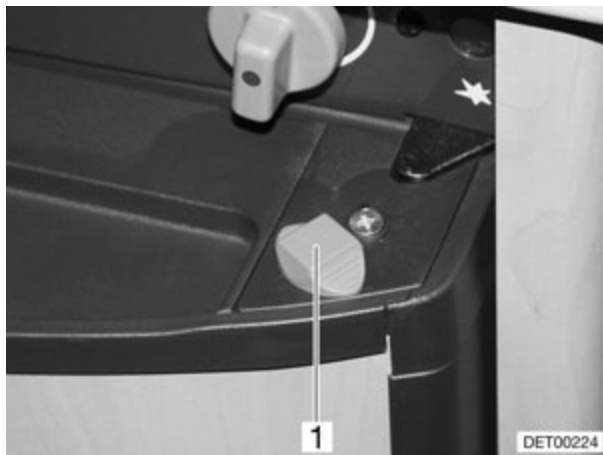

Fig. 156 Bloqueo de la puerta del frigorífico, cerrado (variante 2)
- Empujar el bloqueo (Fig. 156,1) hacia fuera.